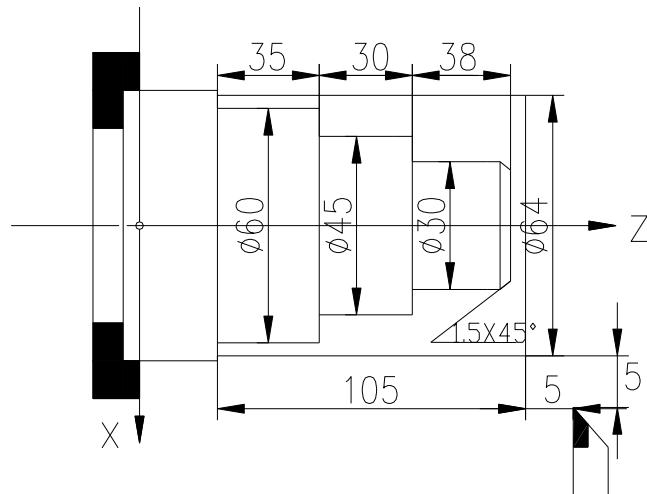

图 7-4-2 外圆加工示例
**示例 1：** 加工图 7-4-2 所示工件。棒料：Φ64×105 mm。1 号刀为粗车刀，2 号刀为精车刀。（G90 内外圆柱面车削循环）。